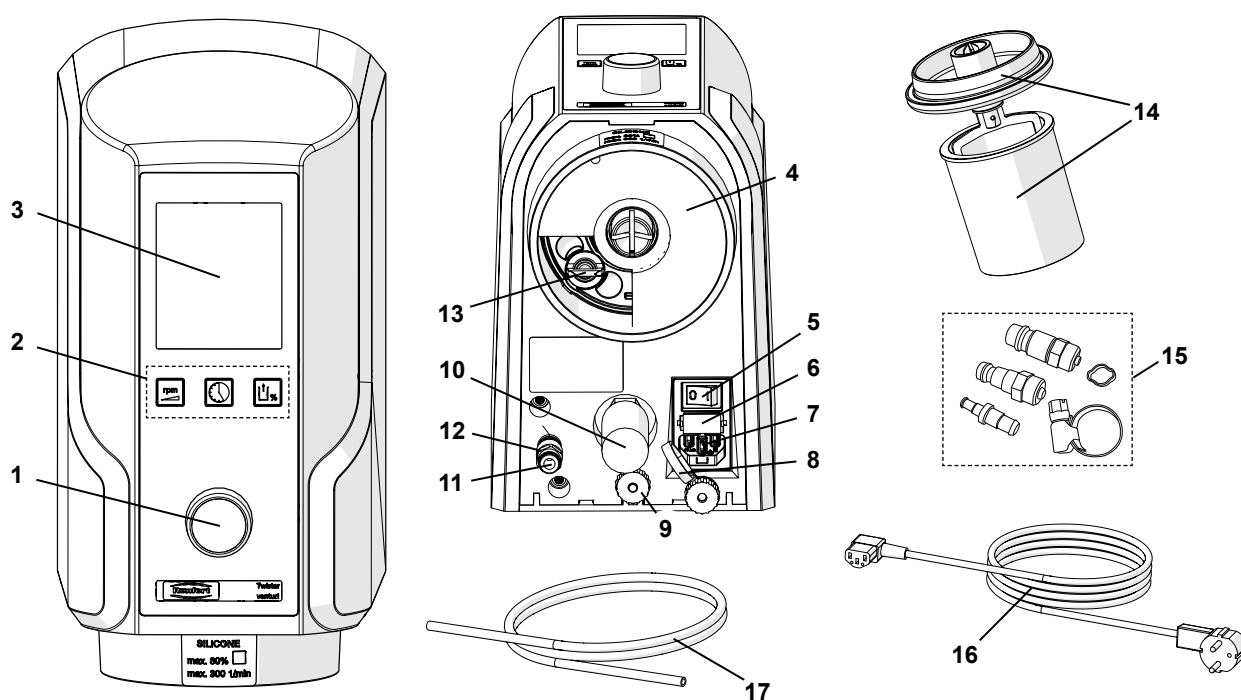

рис. 1
- ⇒ Шланг для подачи сжатого воздуха (17) ввести до упора в штуцер для сжатого воздуха (11). При этом должно ощущаться незначительное сопротивление.
- ⇒ Для подсоединения к сети сжатого воздуха выберите подходящую соединительную муфту из прилагаемого комплекта (15, рис. 1) и насадите ее на конец шланга.
Прибор включается и выключается при помощи выключателя (5, рис. 1)